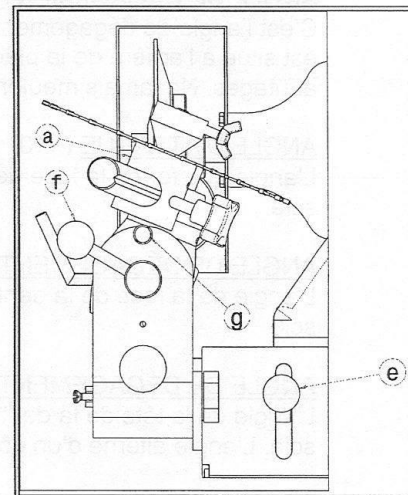

FIGURE 17
- (b) ajuster le support d'index (Fig.17(a)) au même angle en utilisant la goupille de positionnement (Fig.17(g)) pour un ajustement rapide et précis. Utiliser l'orifice supérieur pour un positionnement de 10° et l'orifice inférieur (d) pour un positionnement de 5°,
- (c) serrer le levier (Fig.17(f))